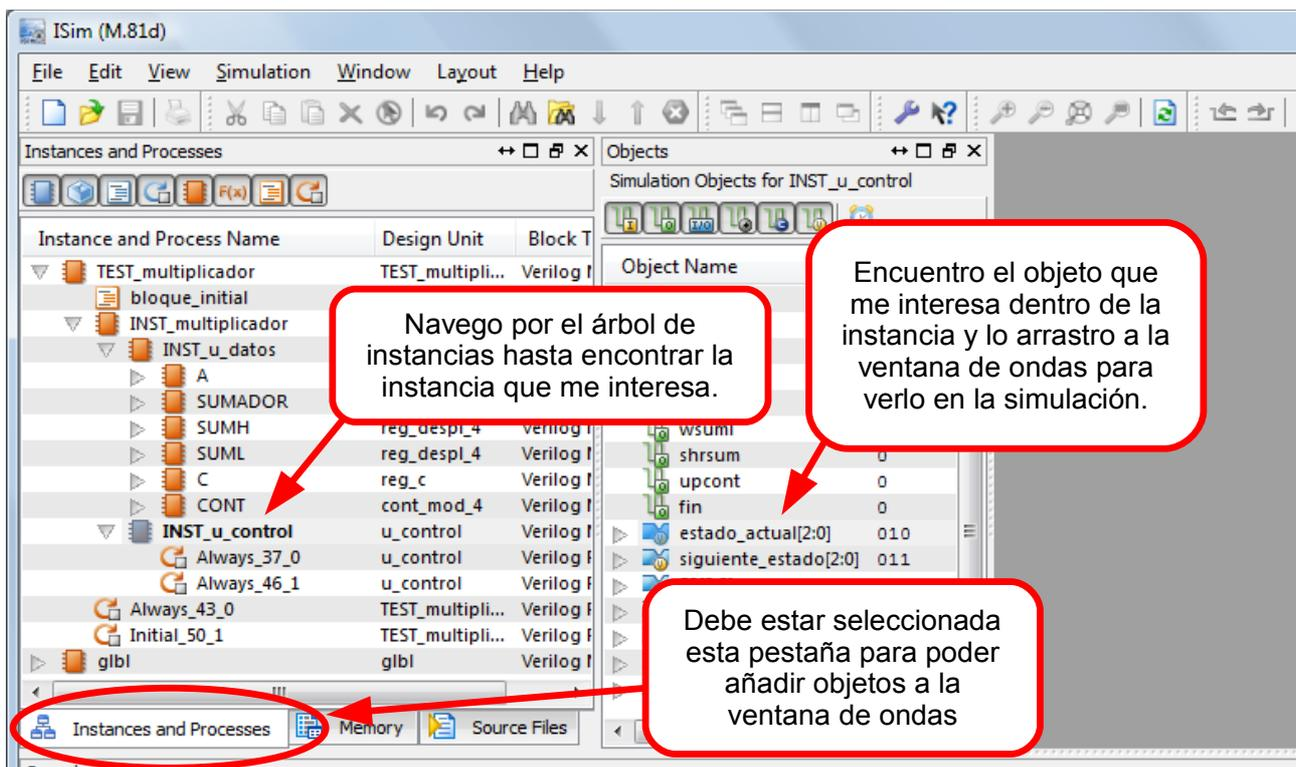

Figura 10. Cómo añadir objetos a la ventana de ondas de Isim
- 5.3.3. Si tras examinar la consola o las formas de onda considera que el multiplicador no está funcionando correctamente, debe encontrar el fallo y arreglarlo. Para ello es una buena idea hacer que la simulación nos muestre más información del funcionamiento interno de los módulos. Debería añadir a la ventana de formas de onda las señales internas de los módulos de la unidad de datos que considere más importantes (Los valores de las salidas del registro C, SUMH, SUML, o la variable estado_actual, por ejemplo). Fíjese en la figura 10 si no recuerda cómo se hacía. También es importante añadir el módulo multiplicador con todos sus elementos, para detectar cables sueltos, entradas no conectadas y fallos similares en la descripción estructural de este módulo. Obviamente esto también le debe ayudar a ver, paso a paso, si la unidad de datos y la unidad de control se están comportando exactamente como deberían. La primera multiplicación que prueba el testbench es la de los números 1110 y 1010, que es la misma que se explica paso a paso en la figura 5, así que puede ser buena idea fijarse en la figura e intentar ver que está yendo mal, sobre todo si el fallo está en la unidad de control. Esta misma multiplicación se muestra paso a paso en la última página del manual de la práctica, para que pueda comparar los resultados con los suyos.